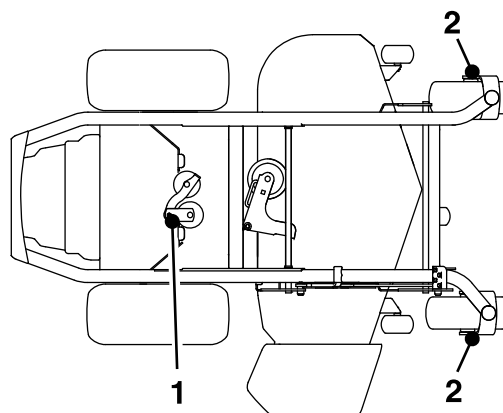

Figure 44
4. Injectez 1 à 2 jets de graisse dans le pivot de la poulie de tension de la pompe (Figure 44).
5. Graissez les axes des roues pivotantes avant (Figure 44).